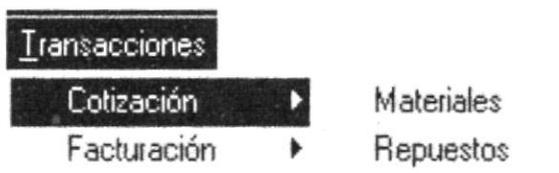

Figura 8.2 Menú de Cotizaciones
2. Habiendo ejecutado el paso 1 se presentarán las siguientes opciones de las cuales si elige <Cotización>, señalando con el puntero dicha palabra, aparecerán los tipos de Cotizaciones que pueden realizarse, **Figura 8.2**